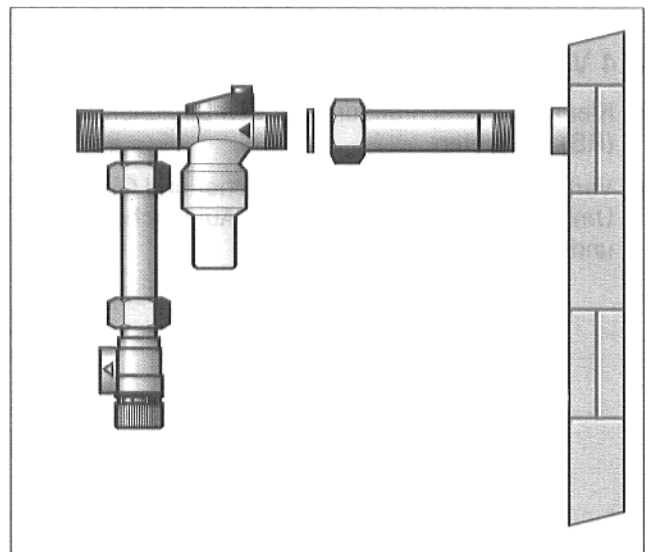

Abb. 5 Sicherheitsgruppe
- Sicherheitsgruppe mit Schraubnippel verbinden. (Auf Dichtung und Fließrichtung achten! Abb. 5).